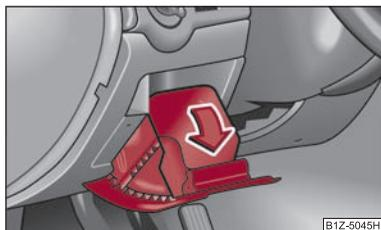

Fig. 90 Tableau de bord: Vide-poches côté conducteur
- Le vide-poches s'ouvre en levant la poignée et le relevant dans le sens de la flèche ⇒ fig. 90.